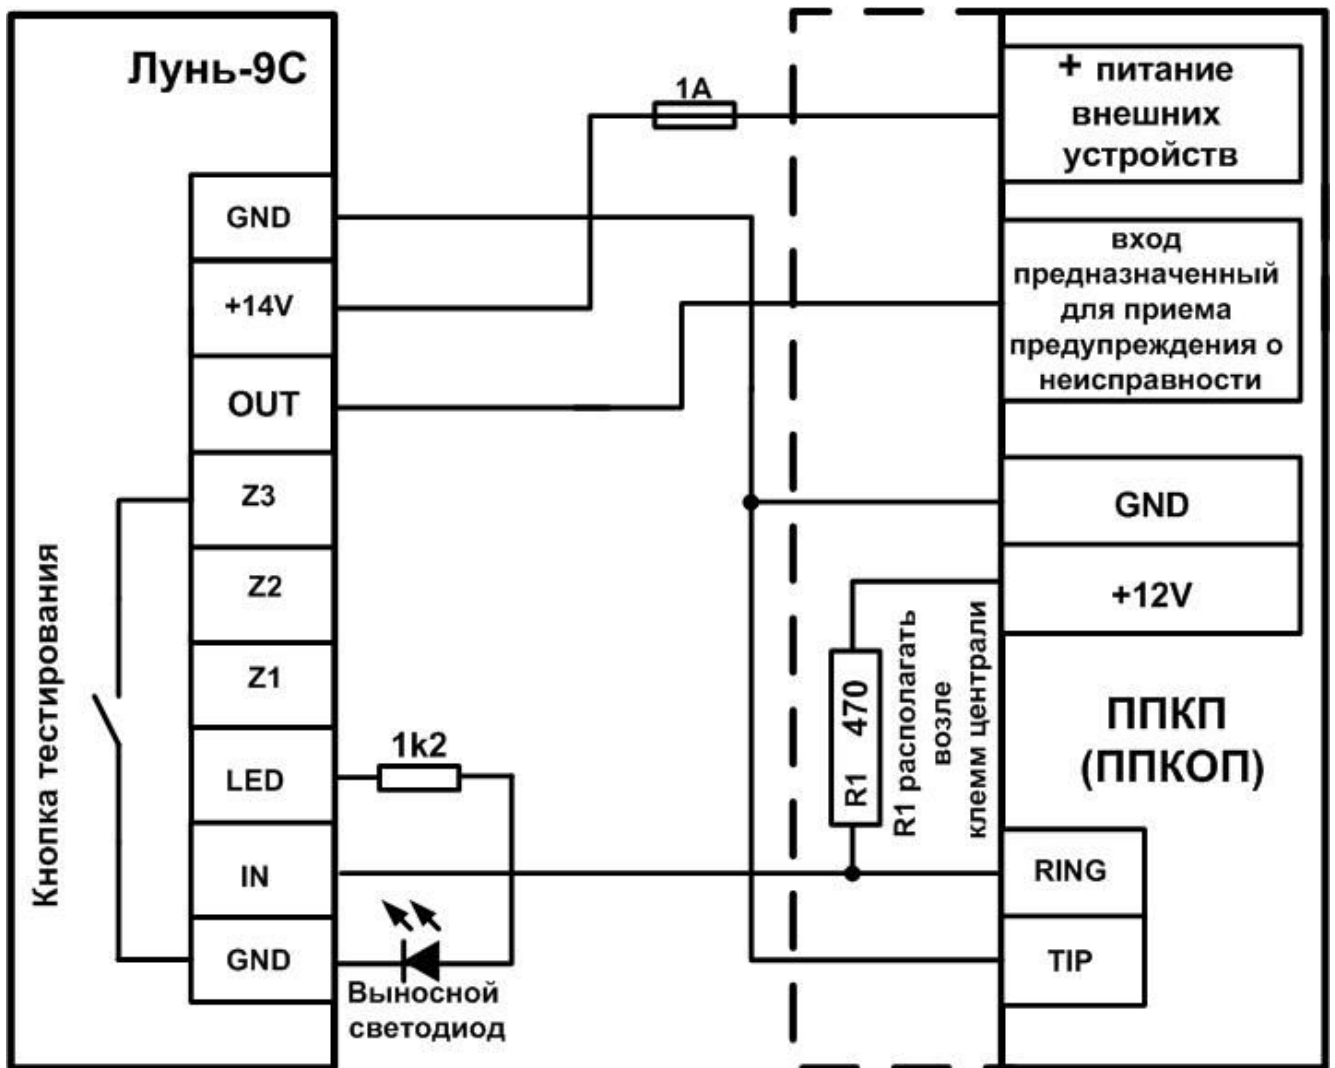

Рисунок 4 – Схема подключения изделия к ППКП (ППКОП). Пример 2
2. Изделие получает от ППКП (ППКОП) кодированные сообщения, которые транслируются через GSM сеть на ПЦН (см. Рисунок 4).